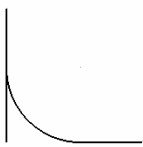

图 2-134
- : 表示删除第一个被选对象的圆角之外的多余线段，如图 2-134 所示。